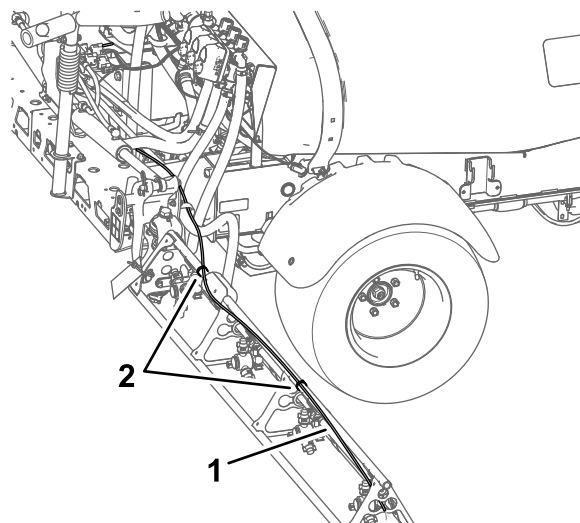

Рисунок 22
- Проложите трубку в сборе вдоль задней стороны верхней опорной стойки наружной секции опрыскивателя, как показано на Рисунок 22.
- Прикрепите трубку в сборе к наружной секции опрыскивателя при помощи кабельных стяжек, как показано на Рисунок 22.